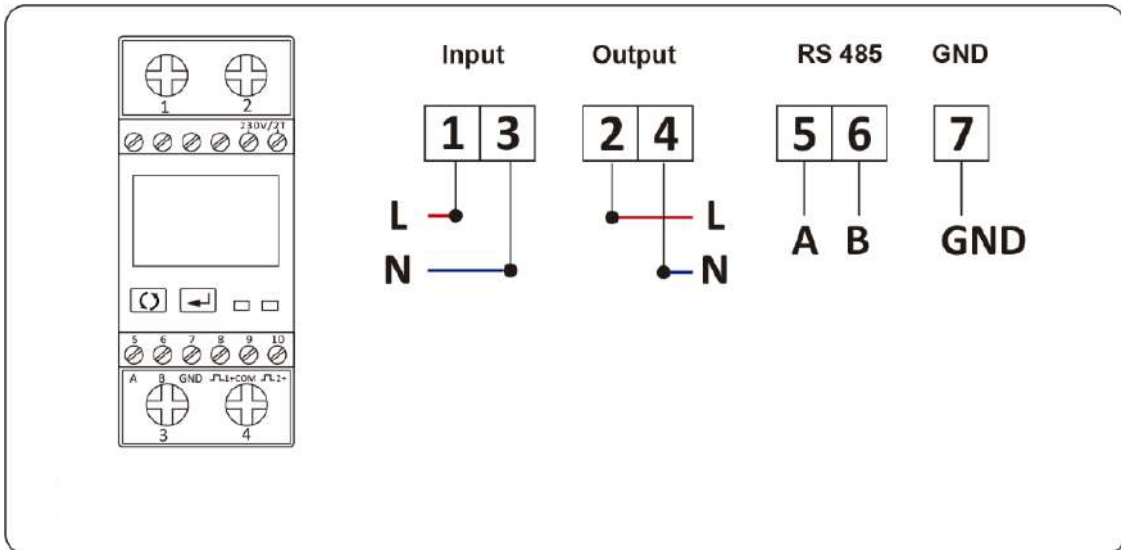

Imagen 7.1 Medidor Maxge SGM230M
Cuando lea esto, confiamos en que habrá completado la conexión acorde a los requerimientos del capítulo 5, si su inversor está funcionando ahora mismo, y quiere usar la función de cero exportación, por favor apague los interruptores AC y DC del inversor, y espere 5 minutos hasta que el inversor este totalmente descargado. Por favor siga la imagen 7.1 para conectar el medidor de energía.
Cuando usted lea esto, confiamos en que habrá completado la conexión acorde a los requerimientos del capítulo 5, si usted ha encendido el inversor en este punto y desea usar la función limitadora, por favor apague los interruptores CA y CC del inversor, y espere 5 minutos hasta que el inversor este completamente descargado. Entonces, conecte el sensor de intensidad a la interfaz limitadora del inversor. Asegúrese de que están conectados de manera fiable, y que el sensor de intensidad está anclado al cable de la línea de entrada. Para facilitarle el uso de la función limitadora del inversor, le proveemos del diagrama de conexión, como se muestra en la imagen 7.1, las líneas rojas conectadas a la red de utilidad corresponden a la fase (F), las líneas azules a la línea de neutro (N), y las líneas amarillas muestran el cable de puesta a tierra (CP), Recomendamos instalar un interruptor automático de CA entre la salida del inversor y la red de utilidad, las especificaciones de este interruptor estarán definidas por la carga conectada. El interruptor recomendado en función de la carga puede ser conectado en la tabla 5.1. Si no hay un interruptor CC integrado en el inversor que usted ha comprado, le recomendamos que conecte uno externamente. La tensión e intensidad del interruptor dependerá del array PV que usted utilice.